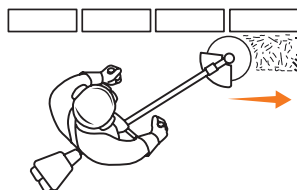

Рис. 10
- При кошении вдоль ограждений ведите триммер катушкой левой стороной к ограждению и следите, чтобы леска не касалась ограждения (Рис. 10). Для исключения обрыва лески используйте режим на невысоких оборотах двигателя.